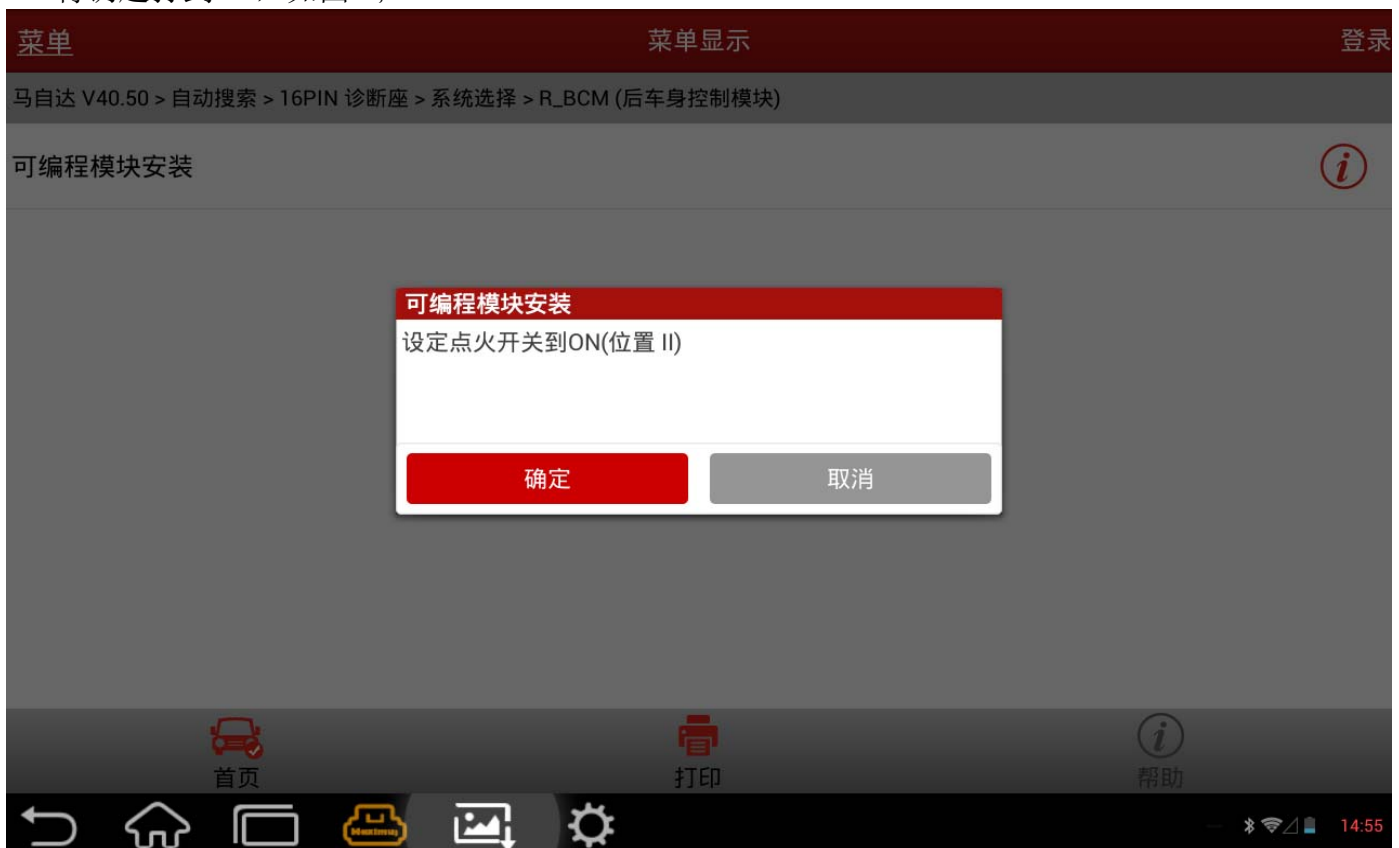

图 3
3). 检查车辆状态, 确保车辆处于所要求的状态: 车辆静止在水平地面上, 车辆电平电量充足, 将钥匙打到 ON, 如图 3;